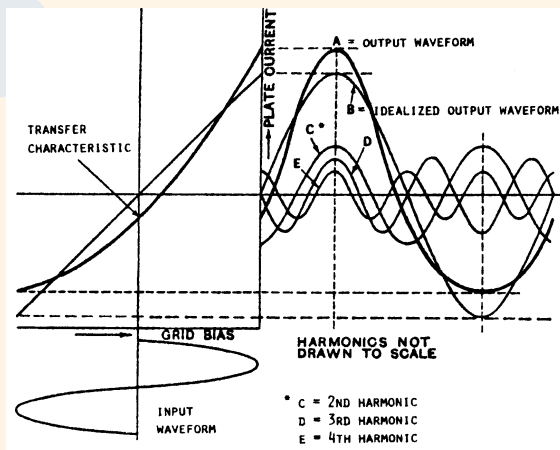

Рис. 28. А – результат воздействия продуктов искажений C, D, E на основной сигнал B (авт. Lucas).
Легкая степень клиппирования в однотактных усилителях была отмечена TJN (Т. J. Norton – измерительный человек в журнале «Stereophile»): «... клиппинг очень незначителен в CAD-805, проявляясь в легком закруглении нижней половины сигнала...» (45 стр. 111). На Рис. 28 представлены гармонические составляющие формы сигнала, показанного на Рис. 8. Продукты искажений для этого случая определены графическим анализом передаточной характеристики (76).